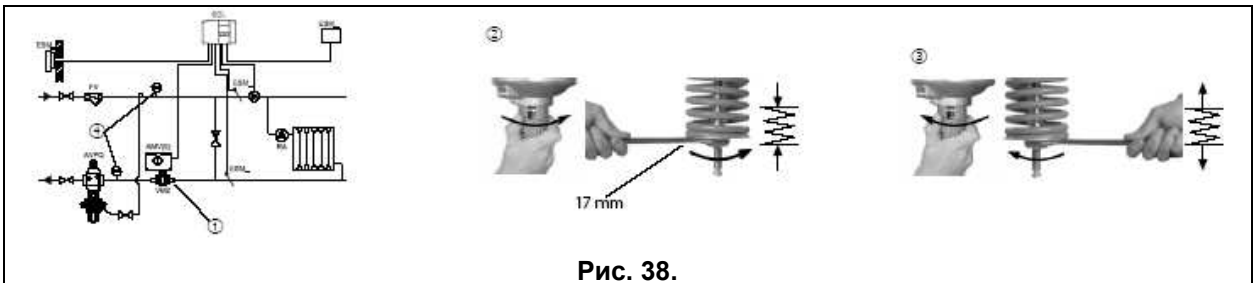

Рис. 38.
5. Установите расход через регулирующий моторный клапан (1) (Рис. 38.) на уровне примерно 50% от номинала.
Производите настройку, следя за показаниями манометров (4) (Рис. 38.).
Вращение настроечной гайки по часовой стрелке (2) (Рис. 38.) увеличивает устанавливаемое значение (сжимает пружину).
Вращение против часовой стрелки (3) (Рис. 38.) снижает устанавливаемое значение (ослабляет пружину).